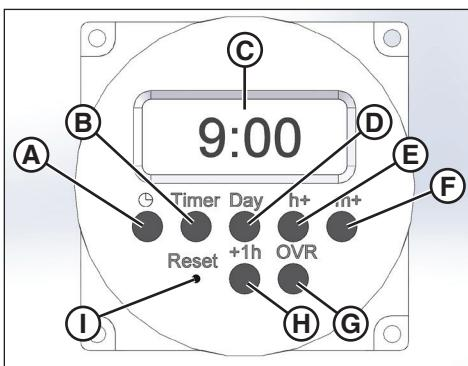

Figura 14
- Presione el botón OVR (**G**, figura 14) en el módulo del temporizador para encender el modo Manual. Presione nuevamente para apagar.
- Con un objeto sin filo presione y suelte el botón de Reset (restablecer) (**I**, figura 14). La pantalla del temporizador (**C**) parpadeará.
- Presione los botones del Clock (reloj) (**A**, figura 14) y la hora (**E**) en simultáneo. La hora se restablecerá en 12:00 a. m.
- Si actualmente está el horario de verano, presione el botón +1h (**H**, figura 14). (Caso contrario, omita este paso).
- Presione y sostenga el botón del Clock (reloj) (**A**, figura 14) mientras presiona al mismo tiempo los botones de Day (día) (**D**), Hour (hora) (**E**) o Minute (minuto) (**F**) hasta que se muestren el día y la hora correctos.
- Presione el botón del Timer (temporizador) (**B**, figura 14) una vez. Se mostrará la palabra ENCENDIDO en el sector izquierdo de la pantalla.
- Presione el botón de Day (día) (**D**, figura 14) varias veces para activar/desactivar los días en que el temporizador se encenderá.
- Presione los botones de Hour (hora) (**E**, figura 14) y minuto (**F**) hasta que se muestra el horario deseado para que se encienda el temporizador.
- Presione el botón del Timer (temporizador) (**B**, figura 14) nuevamente. Se mostrará la palabra APAGADO en el sector izquierdo de la pantalla.
- Presione el botón de Day (día) (**D**, figura 14) varias veces para activar/desactivar los días en que el temporizador se apagará.
- Presione los botones de Hour (hora) (**E**, figura 14) y minuto (**F**) hasta que se muestra el horario deseado para que se apague el temporizador.